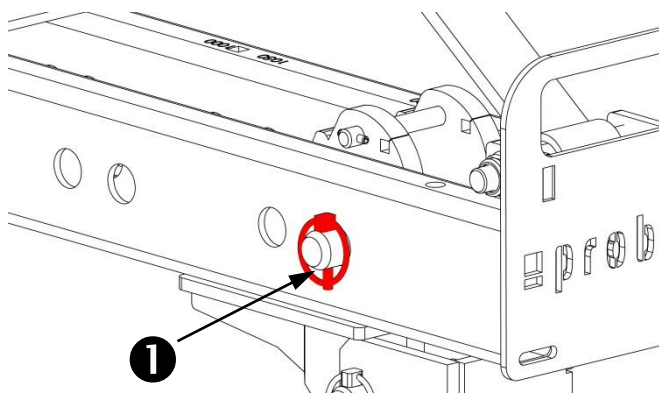
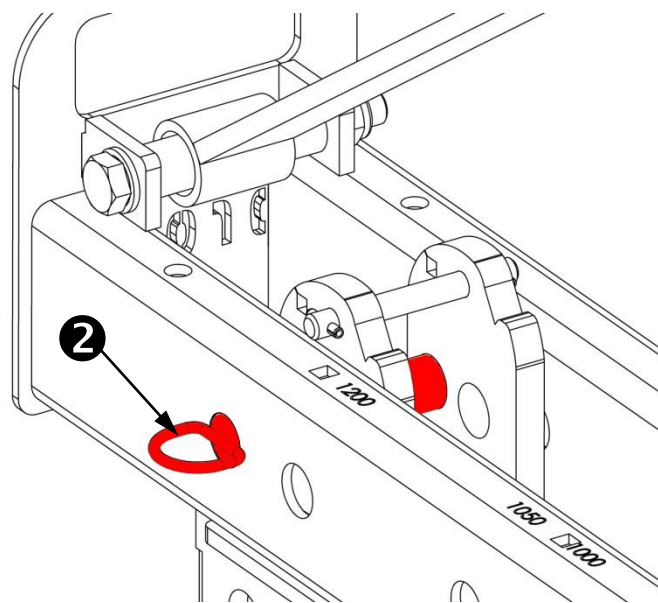

Fig. 10
Fig. 11
- Per regolare le rispettive larghezze nominali (NW), rimuovere prima il perno di arresto (1) sul perno a scomparsa (2) e poi estrarre il perno a scomparsa (2), vedi Fig. 10 e Fig. 11.
- Reinscrivere il bullone di copertura (2) nel foro corrispondente e fissarlo di nuovo con la spina d'arresto (1). Vedi Fig. 10 e Fig. 11